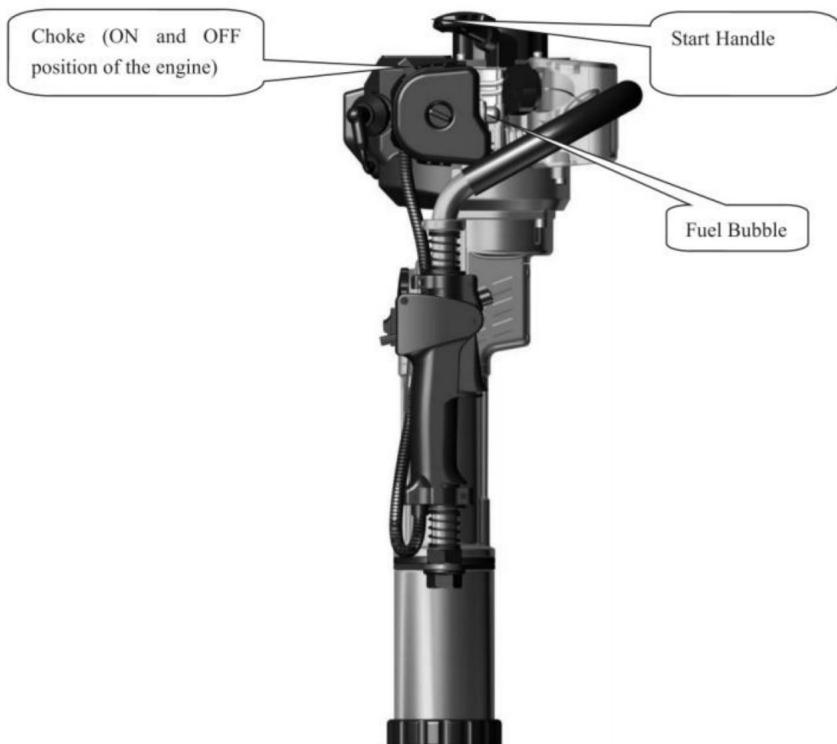

Fig 4
Przed uruchomieniem nowej maszyny naciśnij kilkakrotnie przezroczysty, półokrągły pęcherzyk paliwa (Rys.4), aż do napełnienia gaźnika paliwem. (Jeśli silnik jest zimny, zamknij drzwiczki dolotu powietrza. Po uruchomieniu otwórz drzwiczki powietrza.)
5.2 Ustaw maszynę pionowo zgodnie z rys. 4. Przytrzymaj górną część trzymaj mocno jedną ręką, podczas gdy druga ciągnie za uchwyt rozrusznik szybko na długość ponad 50 cm. Nie pozwalaj, aby uchwyt ciągnący swobodnie wracał do środka wielokrotne ciągnięcie, ale trzymaj mocno, aby uniknąć obrażeń wynikających z szybkiego odporność.